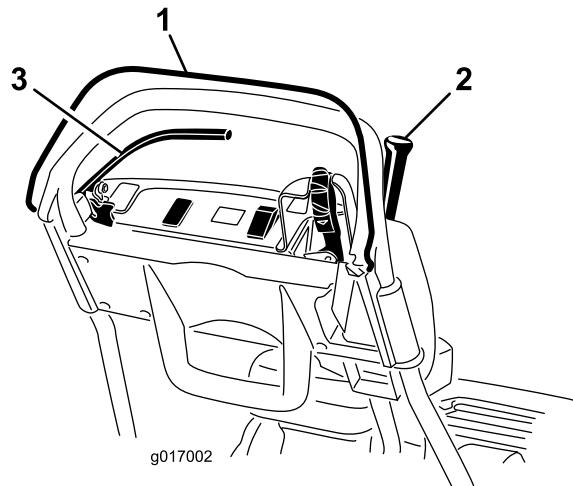

Рисунок 27
3. Когда орган контроля присутствия оператора отпущен, попробуйте привести в действие рычаг тяги (Рисунок 27). Рычаг тяги не должен включиться. Если рычаг тяги включается, то система блокировки нуждается в ремонте. Устранит неполадку перед эксплуатацией. См. "Техобслуживание блокировочных выключателей".
4. При нажатом OPC и включенном рычаге тяги отпустите OPC (Рисунок 27). Рычаг тяги должен отключиться. Если рычаг тяги не отключается, то система блокировки нуждается в ремонте. Устранит неполадку перед эксплуатацией. См.
5. При нажатом ОРС и передвинутом влево рычаге передач включите приводы барабана и тяги и отпустите ОРС (Рисунок 27). Рычаг тяги должен отключиться. Если рычаг тяги не отключается, то система блокировки нуждается в ремонте. Устраним неполадку перед эксплуатацией. См. "Техобслуживание блокировочных выключателей", "Регулировка управления тягой" или "Регулировка управления барабаном".
6. При нажатом ОРС и передвинутом влево рычаге передач включите приводы барабана и тяги, переведите рычаг передач вправо для отключения привода барабана (Рисунок 27). Привод барабана должен отключиться. Если рычаг барабана не отключается, то система блокировки нуждается в ремонте. Устраним неполадку перед эксплуатацией. См. "Регулировка управления барабаном".
2. При нажатом ОРС, включенном рычаге тяги и органах управления двигателем в положении запуска (Рисунок 27). Попробуйте запустить двигатель. Двигатель не должен запускаться. Если двигатель запускается, то блокировочный выключатель нуждается в ремонте. Устраним неполадку перед эксплуатацией. См. "Техобслуживание блокировочных выключателей".
2. При включенном рычаге тяги, включенном рабочем тормозе и органах управления двигателем в положении запуска (Рисунок 27). Попробуйте запустить двигатель. Двигатель должен запуститься. Если двигатель не запускается, то блокировочный выключатель нуждается в ремонте. Устраним неполадку перед эксплуатацией. См. "Техобслуживание блокировочных выключателей".
3. При работающем двигателе включите рабочий (но не стояночный) тормоз, нажмите орган контроля присутствия оператора и включите рычаг тяги (Рисунок 27). Двигатель должен работать, преодолевая сопротивление тормоза, но не должен
4. При работающем двигателе затяните фиксатор стояночного тормоза, нажмите орган контроля присутствия оператора и включите рычаг тяги (Рисунок 27). Двигатель должен заглохнуть. Если двигатель не глохнет, то блокировочный выключатель нуждается в ремонте. Устраним неполадку перед эксплуатацией. См. "Техобслуживание блокировочных выключателей".